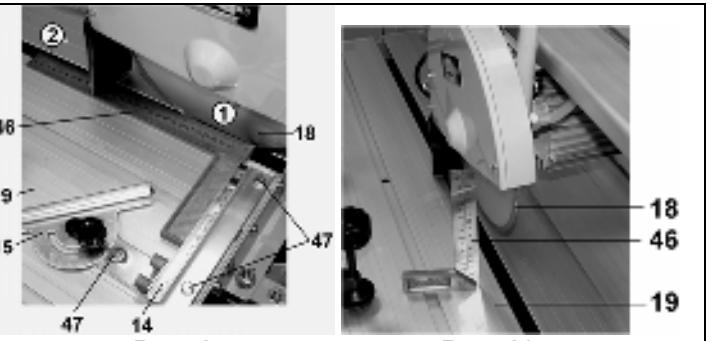

Рис. 15
10.1.3.Как показано на Рис.15, положите угольник (46) на рабочий стол (19) вплотную к упору (14). Проверьте параллельность перемещения отрезного диска (18) в точках 1 и 2. При необходимости ослабьте болты (47), произведите регулировку угла 90° упора (14) относительно отрезного диска (18). По окончанию регулировки надёжно закрепите болты (47).
10.1.4. Используя угольник, угломер или шаблон, проверьте правильность показания регулируемого упора (15) относительно отрезного диска (18). При необходимости произведите корректировку положения указателя (47), Рис. 15.